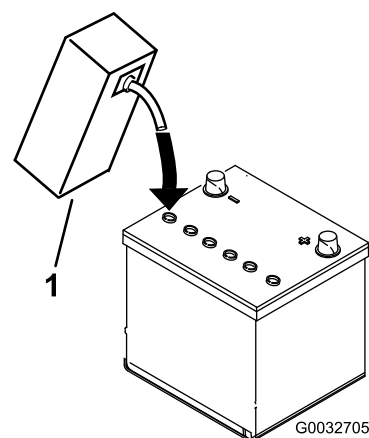

Figura 6
- Encha cuidadosamente cada célula com eletrólito até as placas estarem cobertas com cerca de 6 mm de fluido (Figura 6).
- Aguarde aproximadamente 20 a 30 minutos para que as placas fiquem embebidas em eletrólito. Se necessário, volte a colocar eletrólito até ficar cerca de 6 mm acima do fundo do depósito de enchimento (Figura 6).